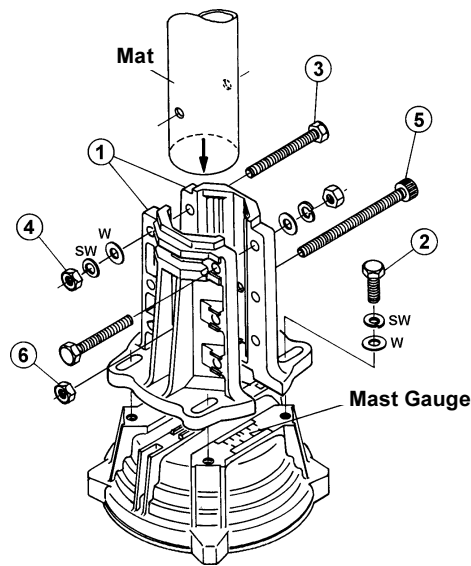

Figure 13
4. Mettre en place provisoirement sans trop serré, les mâchoires sur le boîtier du moteur à l'aide de la visserie fournie (voir Figure 13).